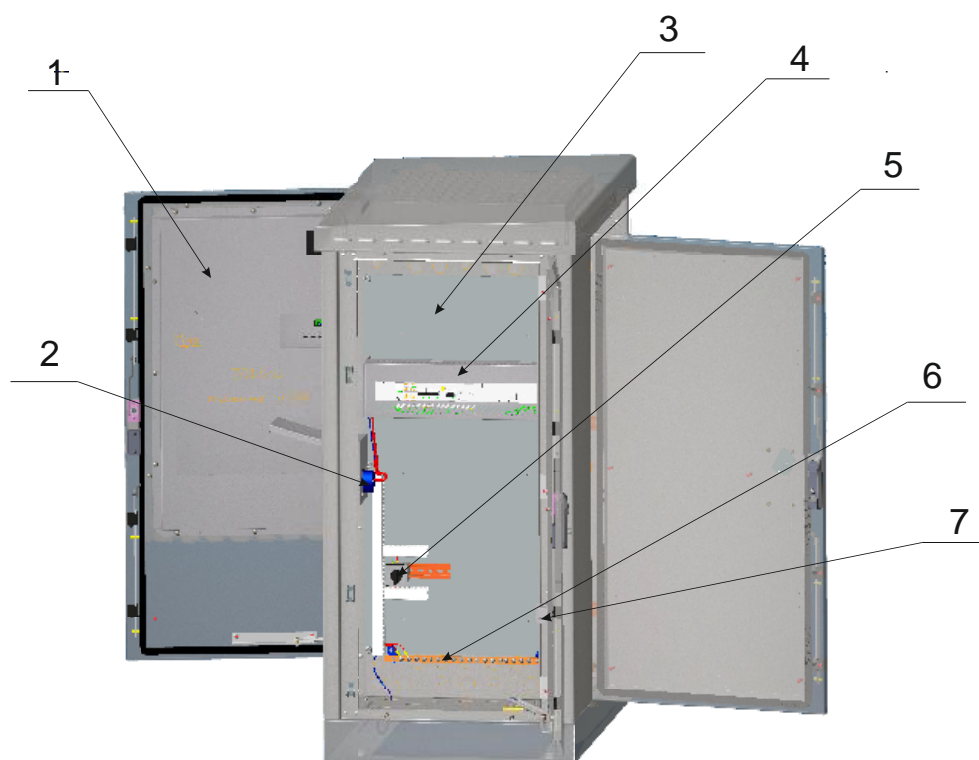
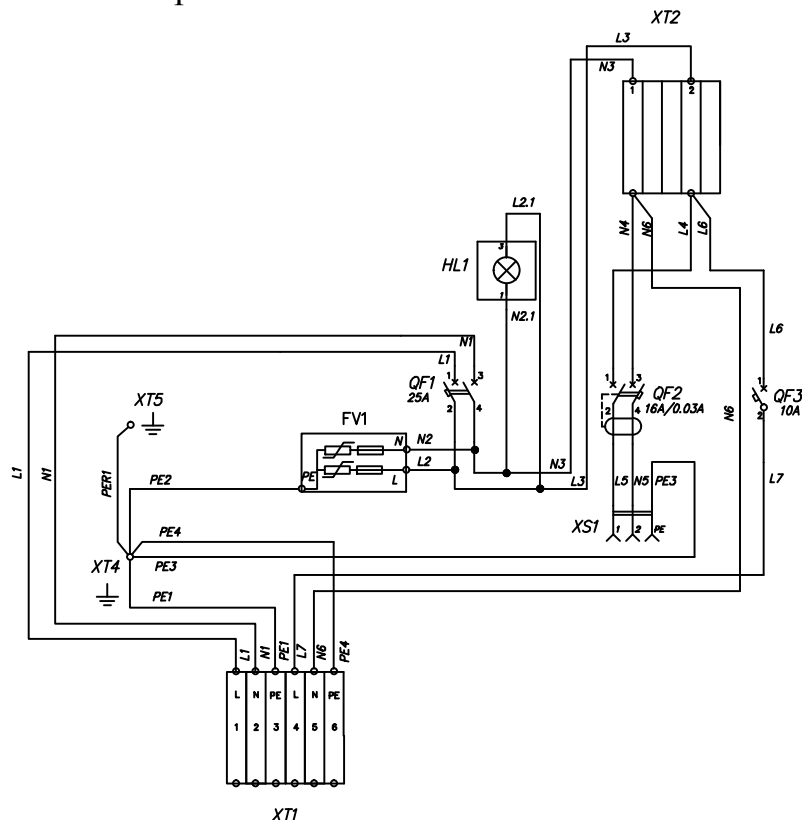

Рисунок 1. Общий вид шкафа серии ШТВ-2
Рисунок 3. Схема ВРУ
На оцинкованной панели (поз.3 рис.1) расположена DIN-рейка с кулачковый переключателем (поз.5 рис.1 для переключения питания с внешней сети на ДГУ), пластиковые корпуса, шина заземления (поз.6 рис.1) и ВРУ – вводно-распределительного устройства (поз.4 рис.1). Схема ВРУ показана на рис. 3. Внешние источники питания подключаются к однофазной вводной вилке (поз.2 рис.1). Система климат-контроля шкафа (поз.1 рис.1) встроена в дверь и подключен к одному из датчиков двери (поз. 9 и поз.7 рис.1) и к клеммным зажимам (поз.8 рис.1). Питание системы климат-контроля осуществляется через ВРУ.
ВРУ (вводно-распределительное устройство) представляет собой набор активных компонентов в отдельном корпусе. ВРУ может крепиться как на вертикальные направляющие так и на монтажную панель с помощью специальных кронштейнов. ВРУ служит для распределения питания, защиты шкафа от перегрузок и утечек, а также для защиты оборудования от высоких токов перенапряжения и грозовой защиты. Схема ВРУ и обозначение элементов представлена на рис.3 и табл.1.
Для защиты оборудования внутри шкафа от грозовых и внутренних перенапряжений в ВРУ используется ограничитель перенапряжения (FV1 на рис.3). Ограничитель перенапряжения состоит из основания и сменного модуля с индикатором: оранжевый - требуется замена модуля, зеленый флажок - в рабочем состоянии. Имеет встроенную тепловую защиту. Проверять состояние модулей следует согласно табл. 3.
3. Перевести автоматический выключатель (QF2) в положение «включено». Проверить с помощью специального инструмента напряжение 220В в розетке ВРУ (XS1 рис.3).